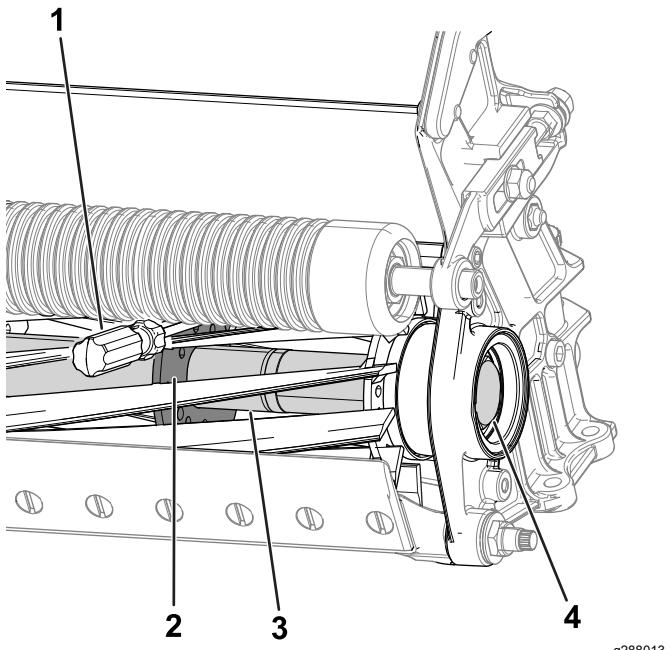

Figure 27
2. Insérez un levier à long manche (3/8" x 12" avec manche de tournevis recommandé) dans le bas du cylindre de coupe, au plus près du côté de l'unité de coupe que vous allez serrer (Figure 27).
3. Placez le levier contre le côté soudé de la plaque de support du cylindre (Figure 27).